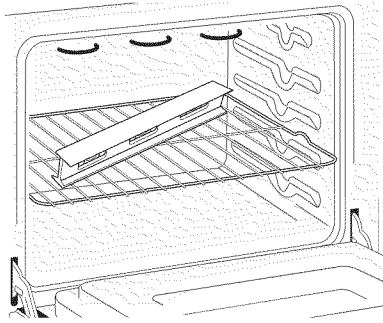

Figure 9
2. Déposez un niveau à bulle sur la grille (voir la figure 9). Prenez 2 lectures en plaçant le niveau en diagonale dans une direction, puis dans l'autre direction. Utilisez des entretoises de bois sous le four encastré pour niveler si nécessaire.